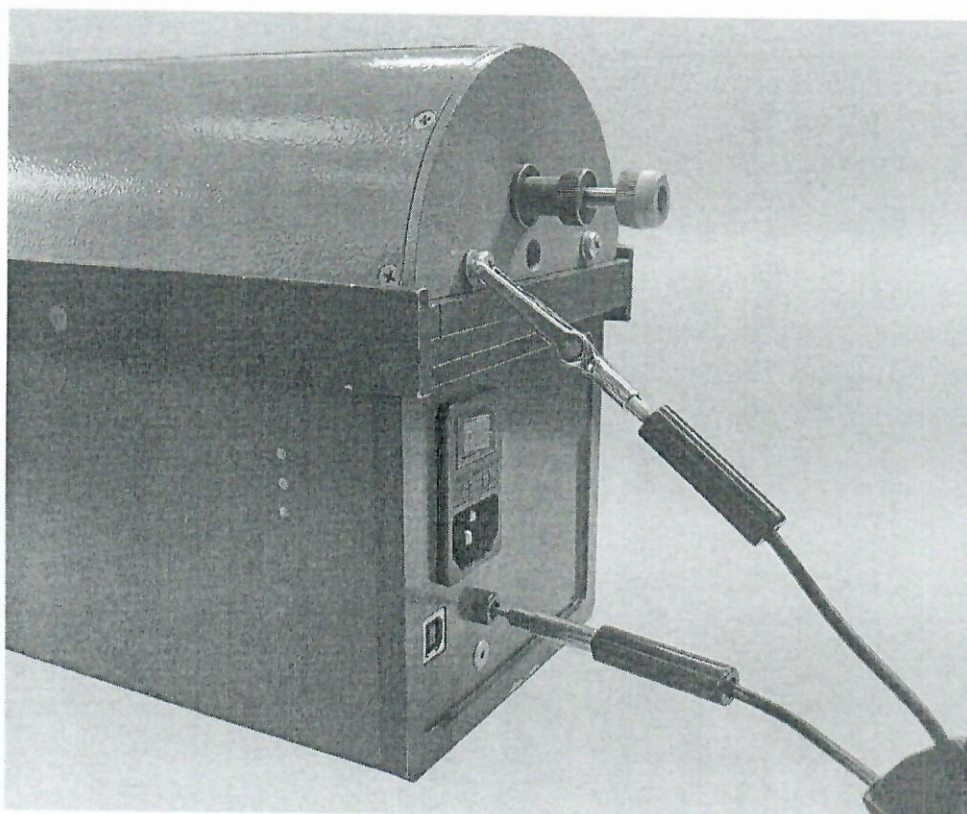

Рисунок 2 – Схема измерения частоты и длительности импульса
7.4.2.1 К измерительному разъему на корпусе установки подключить осциллограф, как показано на рис. 2.
7.4.3.1 К измерительному разъему на корпусе установки подключить осциллограф, как показано на рис. 2.
7.4.5.1 К измерительному разъему на корпусе установки подключить частотомер, как показано на рис. 2.